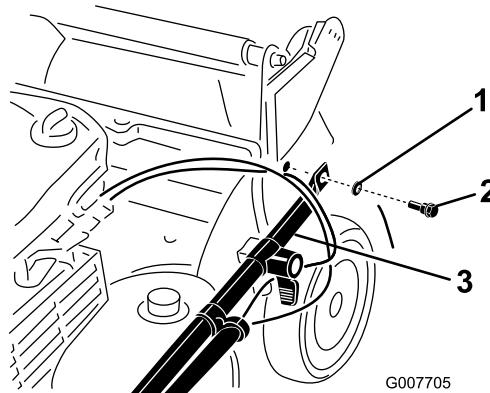

Figura 3
2. Collegate le estremità della stegola al sottoscocca utilizzando 2 rondelle e 2 bulloni di fissaggio (Figura 3), ma non serrate i bulloni di fissaggio.
Importante: Disponete i cavi all'esterno dalla stegola(Figura 3).